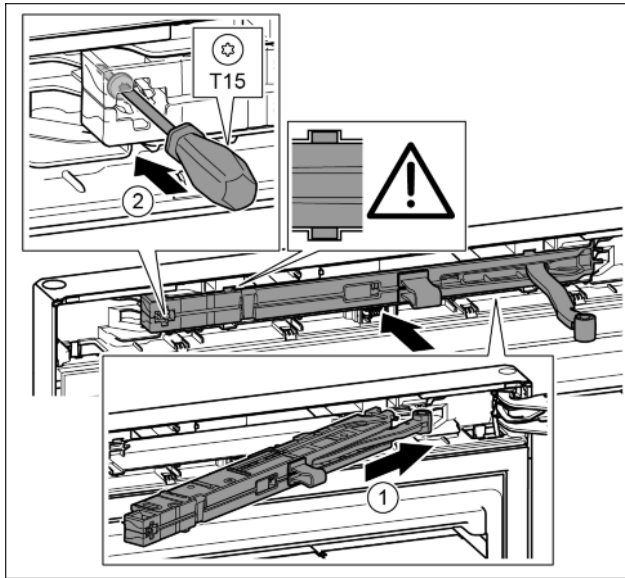

Fig. 44
- ▶ Sluitdempereenheid aan de zijde van de lagerbus tot de aanslag schuin in de uitsparing schuiven. Fig. 44 (1)
- ▶ Schroef met een schroevendraaier T15 vastschroeven. Fig. 44 (2)